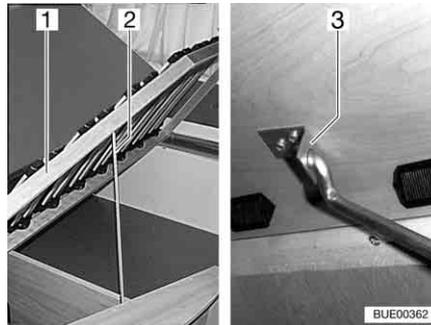

Bild 73 Festes Bett
- Lattenrost (Bild 73,1) anheben, Stange (Bild 73,2) aus Verankerung lösen und in Loch der Halterung (Bild 73,3) einstecken.
- Lattenrost (Bild 73,1) anheben, Stange (Bild 73,2) aus Halterung (Bild 73,3) lösen und in Verankerung einklemmen.